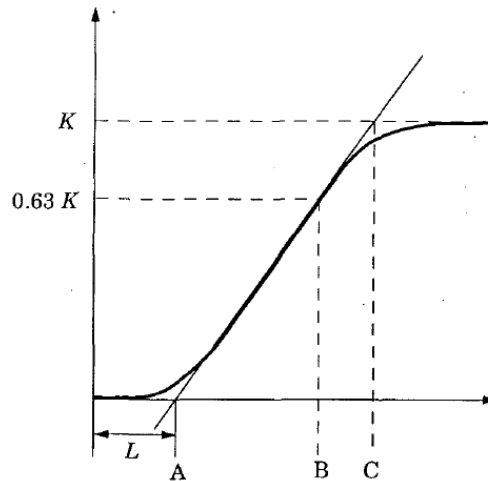

Figura 1: Determinação gráfica dos três parâmetros do modelo (1) para sistemas sujeito a uma entrada degrau.
Os parâmetros do modelo (1) podem ser determinados graficamente, conforme representado na Figura 1.
Note que os parâmetros K e L são obtidos diretamente a partir do gráfico da Figura 1. Já o parâmetro T pode ser obtido das mais variadas formas, como se segue, $T =$:
Nessa abordagem, K e L são definidos a partir da análise gráfica, conforme descrito na Figura 1. Já a constante de tempo (T) é definida pela solução numérica da Equação (5). Baseando-se nessas informações, desenvolva um modelo (4) para o tanque de controle de nível e compare o desempenho com a melhor solução encontrada no item 4.